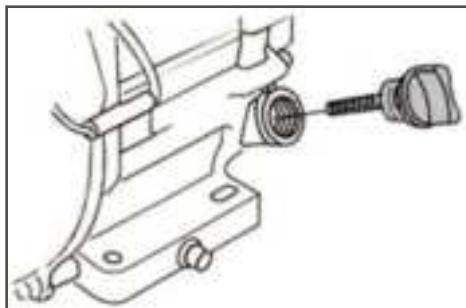

Рис. 11
ё Отверните крышку маслоналивной горловины (Рис. 11) из картера двигателя, достаньте щуп.
**ВНИМАНИЕ!** Максимальный уровень масла в картере соответствует нижней кромке заливного отверстия (Рис. 11)
3. Залейте бензин в топливный бак при помощи специальной емкости или воронки до уровня, показанного на Рис. 11